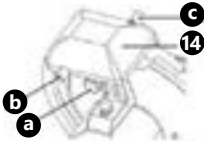

Abb. 4
- Ziehen Sie den Messerschärfer (14) heraus und drehen Sie ihn um 180°.
- Setzen Sie den Messerschärfer (14) in die vorgesehene Führung wieder ein und ziehen Sie die Befestigungsschraube (a) fest.
- Halten Sie den Druckknopf (b, Abb. 4) für den groben Schleifstein an der Rückseite vom Messerschärfer gedrückt und lassen Sie das Gerät für ca. 30-40 Sekunden laufen, so dass sich auf dem Schneidmesser ein Grat bildet.